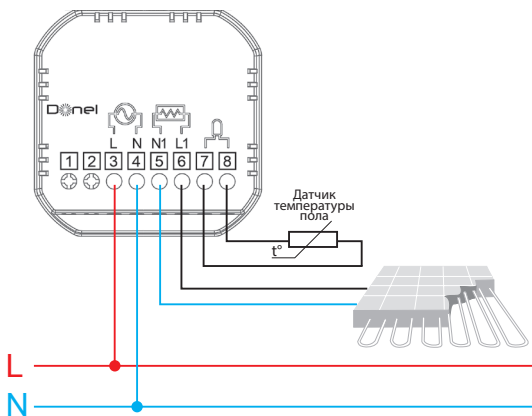

Рис. 6. Схема подключения термостата
1. Снимите рамку и отсоедините лицевую панель. Подключите термостат согласно схеме подключения (рис. 6).